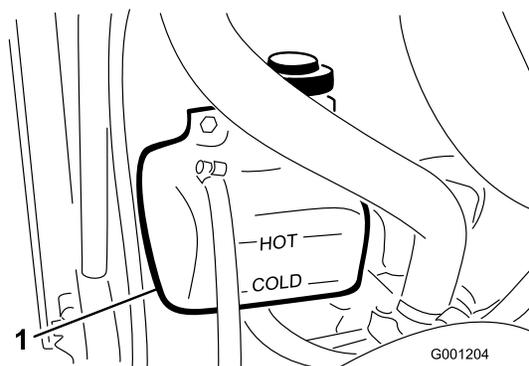

Рисунок 70
1. Проверьте уровень охлаждающей жидкости в расширительном бачке (Рисунок 70).